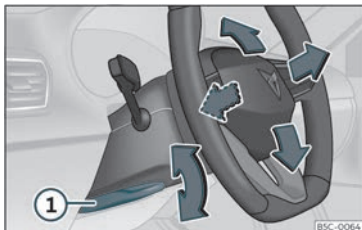

Fig. 4 Leva nella parte inferiore del lato sinistro del piantone dello sterzo.
- Tirare la leva» fig. 4 ① verso il basso, muovere il volante verso la posizione desiderata e risollevarlo la leva fino al punto di chiusura.
- Dopo aver regolato il piantone dello sterzo, spingere fermamente la leva» fig. 4 ① verso l'alto affinché il volante non cambi posizione accidentalmente durante la marcia.